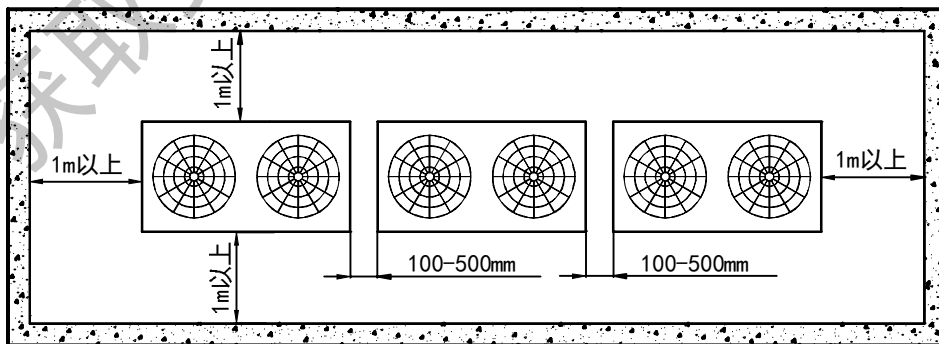

图3.8
- 1) 在安装时，留出图3.8所示的检修空间后，安装室外机，电源设备安装在室外机的侧面，安装方法请参阅电源设备安装说明书。